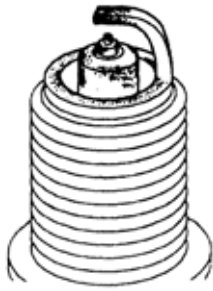

图 9-16
2)检查火花塞螺纹和绝缘体是否损坏，如图 9-16 所示。如果不正常，则更换火花塞。推荐使用的火花塞如表 9-1 所示。